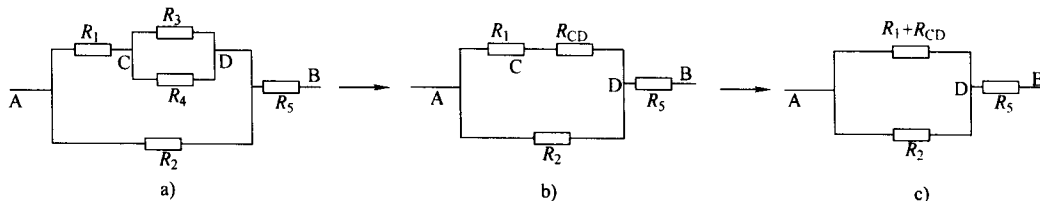

图 1-1-9 混联电路及简化过程
3) 电阻的混联电路 电路中既有电阻串联又有电阻并联的电路叫做电阻的混联电路，如图 1-1-9 所示。
如果混联电路比较复杂，各电阻的串、并联关系一时看不清，可先用画等效电路图的方法找出各电阻之间的串并联关系，然后再分析计算。画等效电路图的方法是：先在电路中各电阻的连接点上标注字母（A、B、C、D……），并将各字母按顺序在水平方向排列（一般将待求字母放两端），然后把各电阻接入相应字母之间，最后依次画出简化过程中的等效电路图，如图 1-1-9 所示。